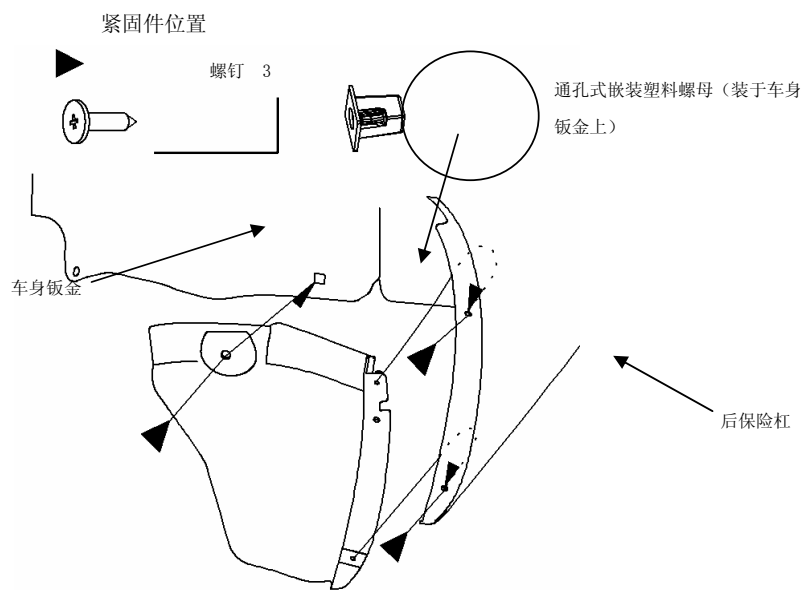

图 1
- 1、 按图 1 所示，拆下三个螺钉，将左后挡泥板拆卸下来。